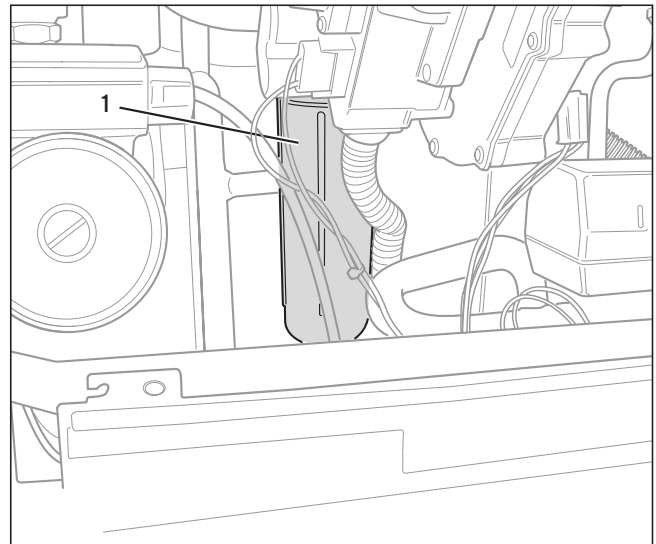

Fig. 6.2 Riempimento del sifone
- Svitare la parte inferiore (1) del sifone della condensa (fig. 6.2).